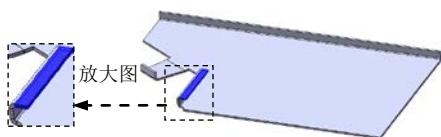
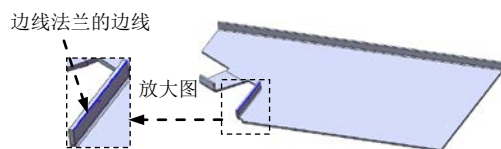

图 6.18 边线—法兰 3
图 6.19 边线法兰的边线
② 定义长度类型和长度值。在“边线—法兰”对话框的**法兰长度(L)**区域的下拉列表中选择**给定深度**选项，在文本框中输入深度值 1.0。在此区域中单击“外部虚拟交点”按钮。
③ 定义法兰位置。在**法兰位置(N)**区域中，单击“折弯在外”按钮。
(4) 单击按钮，完成边线—法兰 2 的创建。
Step8. 创建图 6.18 所示的钣金特征——边线—法兰 3。
(1) 选择命令。选择下拉菜单**插入(I)** → **钣金(B)** → **边线法兰(E)...**命令（或单击“钣金”工具栏中的“边线—法兰”按钮）。
(2) 定义特征的边线。选取图 6.19 所示的模型边线为生成的边线法兰的边线。
(3) 定义法兰参数。
① 定义法兰角度值。在**角度(A)**区域的文本框中输入角度值 90.0。
③ 定义法兰位置。在**法兰位置(N)**区域中，单击“材料在外”按钮。
(4) 单击按钮，完成边线—法兰 3 的创建。